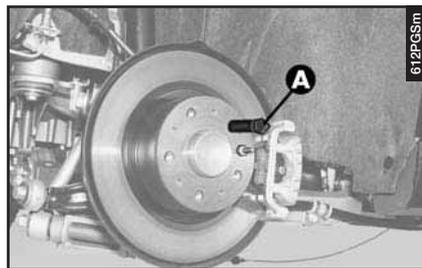

fig. 18
– Avvitare il perno di centraggio (**A-fig. 18**) in uno dei fori dei bulloni di fissaggio.